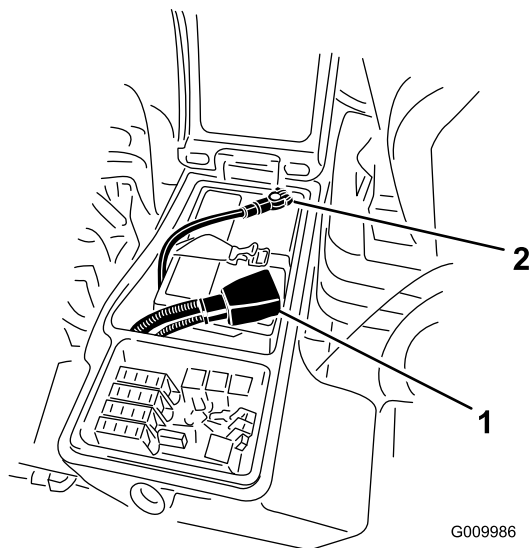

図 66
- 赤いケーブルをバッテリーの端子に、黒いケーブルはバッテリーの端子に固定する。図 66 ケーブルはキャップスクリューとナットで各電極に確実に固定すること。プラス端子が電極に十分にはまり込んでいること、ケーブルの配線に無理がないことを確認する。ケーブルとバッテリーカバーを接触させないこと。ショート防止のために端子にゴムキャップをかぶせる。